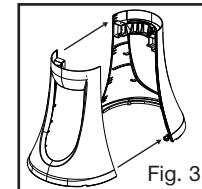

Fig. 3
- Enlevez 2 vis de fixation de la base et mettez-les de côté. Alignez les pièces de l'avant et de l'arrière de la base et poussez doucement jusqu'à ce qu'elles s'enclenchent solidement ensemble (Fig. 3).